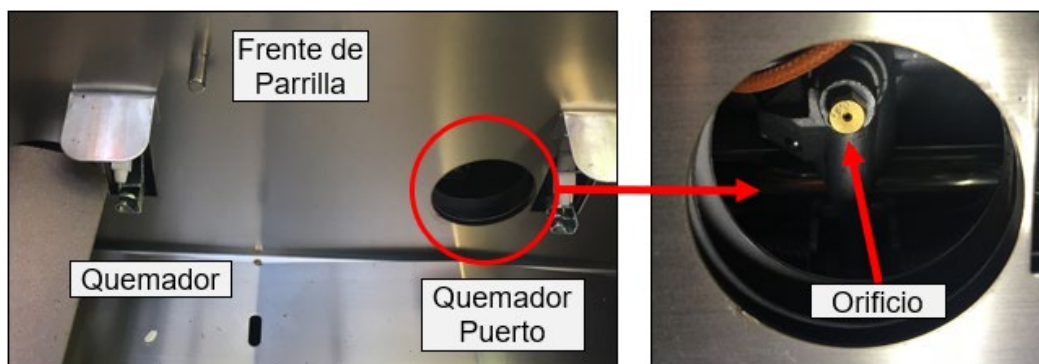

Ilustración 40 Orificio del quemador principal
5. Con una llave de tubo de 6 mm y un asa, introduzca la mano en el orificio del quemador y extraiga con cuidado el orificio de latón enroscado en el extremo del vástago de la válvula (Ilustración 40); **los accesorios de latón son frágiles.**